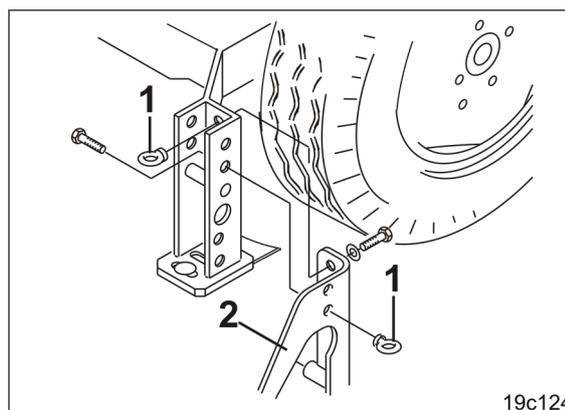

Рис. 183
- 1.1 Ослабьте две рым-гайки (Рис. 183/1).
- 1.2 Снимите следорыхлитель (Рис. 183/2).